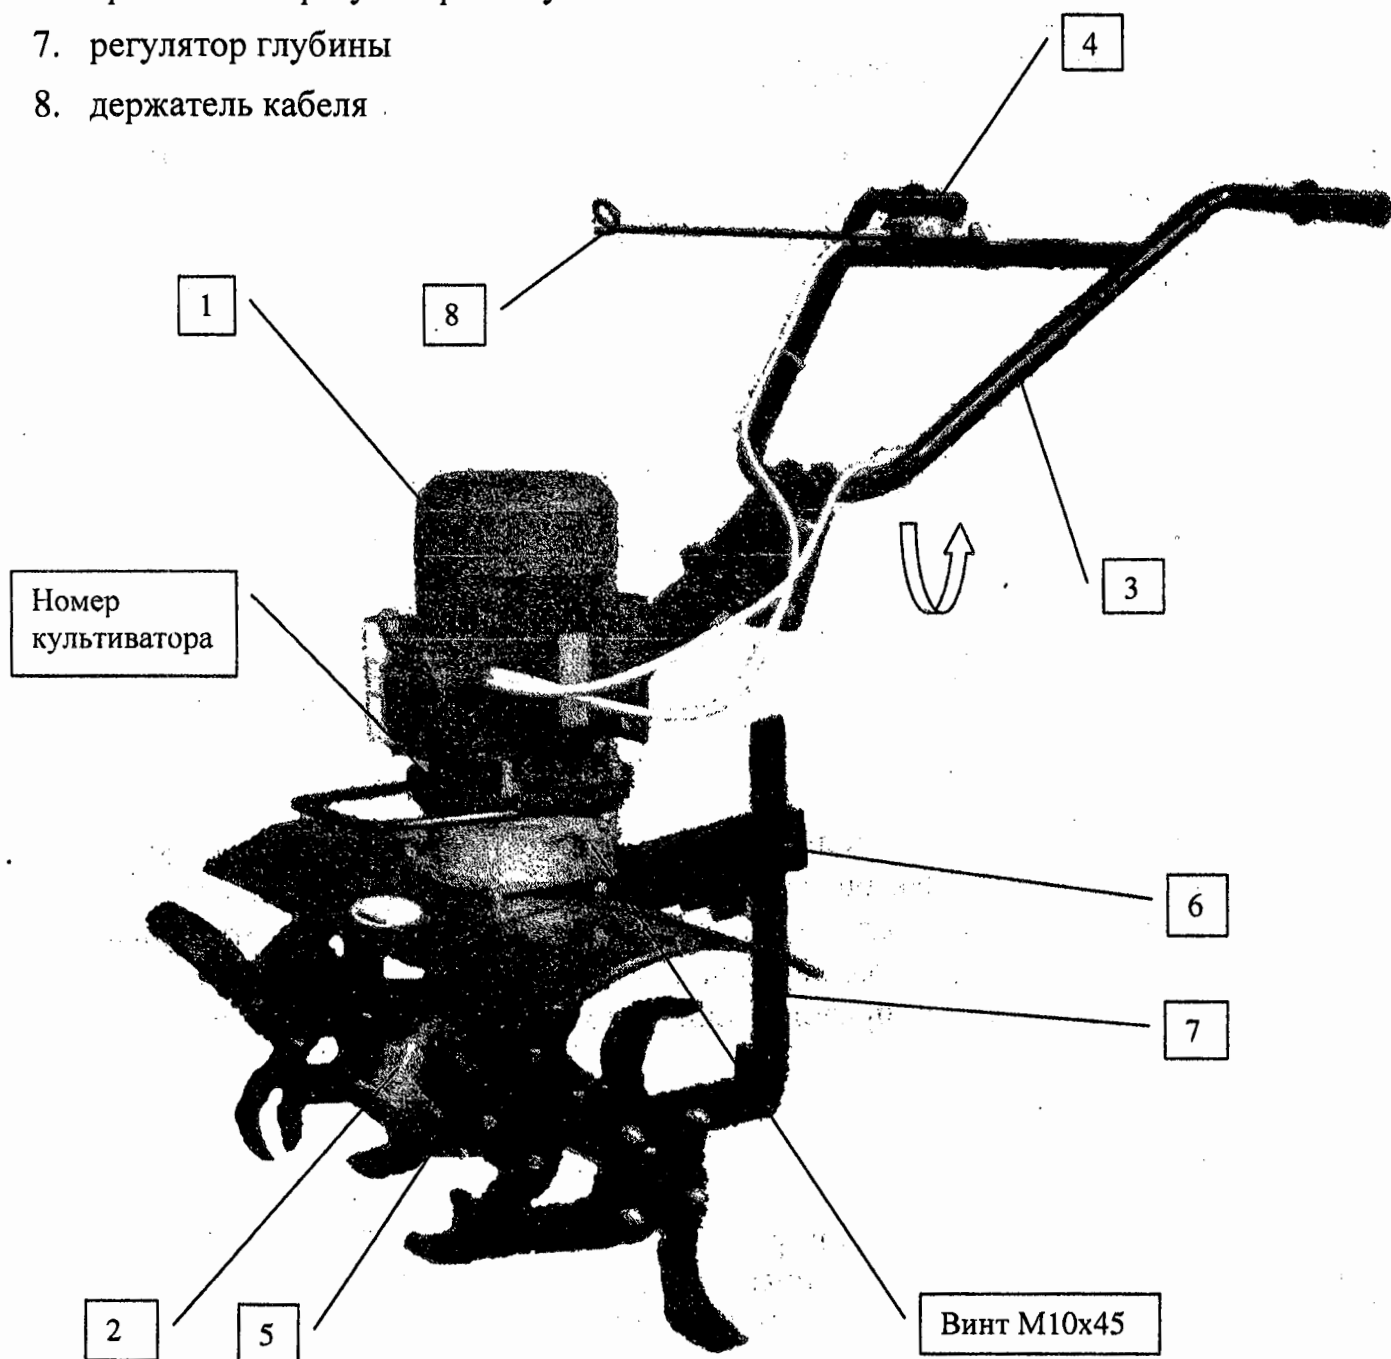

Рисунок 1 – Электрокультиватор КЭ 0,7-2,2
1.3.1 Основными узлами электрокультиватора являются (рисунок 1):
1.5.3 Заводской номер культиватора дублируется также на нижнем фланце двигателя ударным способом (рисунок 1).